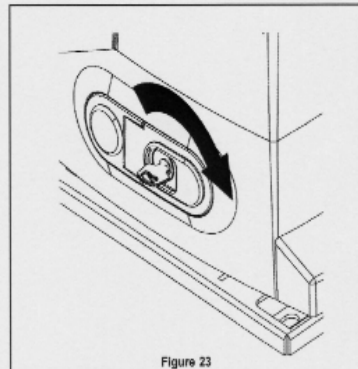

Figure 23
- b) Introduire la clé dans la serrure (fig. 23) et la tourner à droite à 90°; le portillon de déblocage se débloquent.